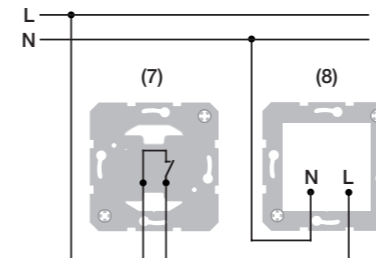

Bild 2: Anschlussbeispiel LED-Signallicht, weiße Beleuchtung
- LED-Signallicht mit Aus-/Wechselschalter (7) verdrahten (Bild 2).
- Einsatz (8) in eine Gerätedose montieren. Die Anschlussklemmen müssen unten liegen.